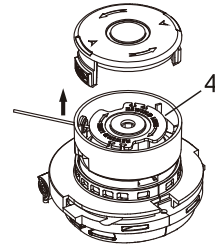

Fig. 16
- Tirez la bobine vide (4) vers le haut pour la retirer du boîtier de la bobine avec le fil pour coupe-herbe restant (Fig. 16).